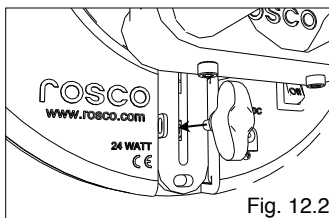

Fig. 12.2
2. Mettere il LitePad Loop direttamente a contatto con la staffa a L e avvitare la vite di sicurezza ad alette nel foro centrale della staffa magnetica del LitePad Loop. Fig. 12.2